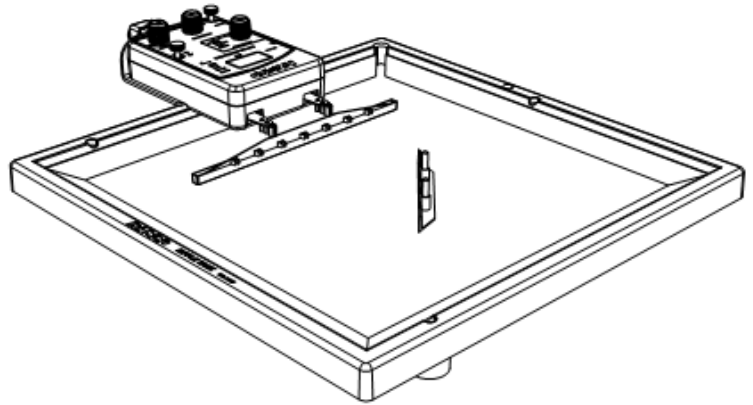

Abb. 1.2 Anordnung des geraden Objektes
1. Das lange Objekt in der Mitte der Wellenwanne schräg zum Erreger für ebene Wellen anordnen (vgl. Abb. 1.2).